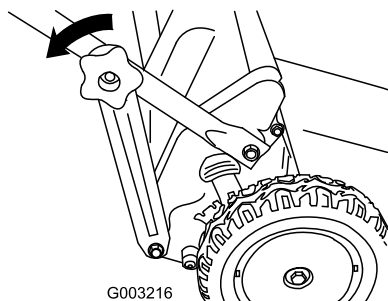

Bild 17
1. Nehmen Sie die Handräder des unteren Griffs ab, mit denen die Griffhalterungen an den unteren Griffenden befestigt sind (Bild 17).